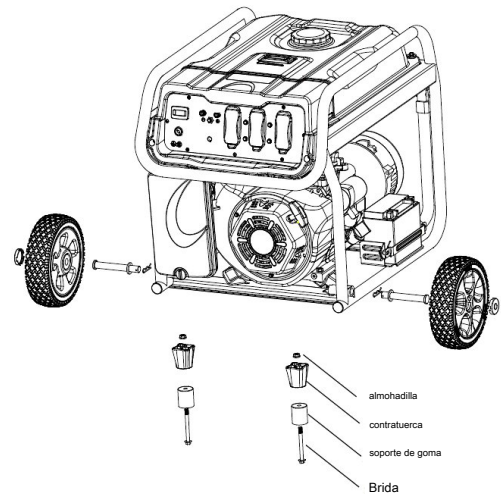

Fig. 7: Montaje de las ruedas y parachoques
Paso 1: Deslizar el eje a través de los soportes del bastidor. Paso 2: Slide en el cubo, la rueda y la arandela plana, a continuación, inserte el pasador de chaveta a través del agujero de eje de ruedas. Doble las lengüetas de chaveta hacia el exterior para bloquear el pasador en su lugar. (Fig. 7).
Montar los parachoques como se muestra en la Fig. 7: